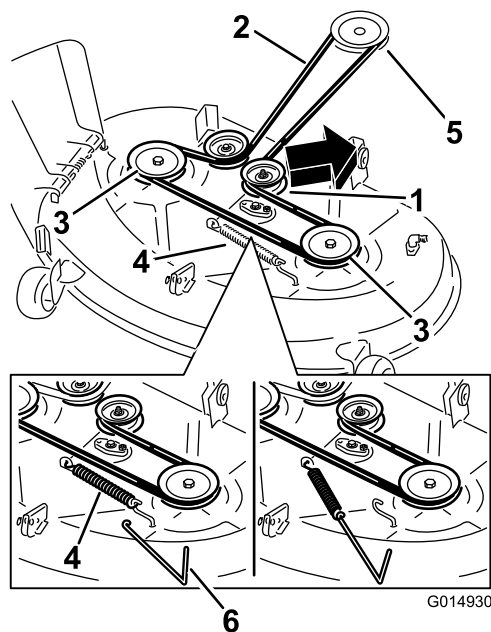

Figura 60
4. Utilize um removedor de molas (peça Toro n.º 92-5771), remova a mola intermédia do gancho da plataforma para retirar tensão da polia intermédia e role a correia para fora das polias (Figura 60).
5. Coloque a nova correia em redor da polia do motor e nas polias do cortador (Figura 60).
6. Utilize um removedor de molas (peça Toro n.º 92-5771), instale a mola intermédia por cima do gancho da plataforma para colocar tensão da polia intermédia e na correia do cortador (Figura 60).